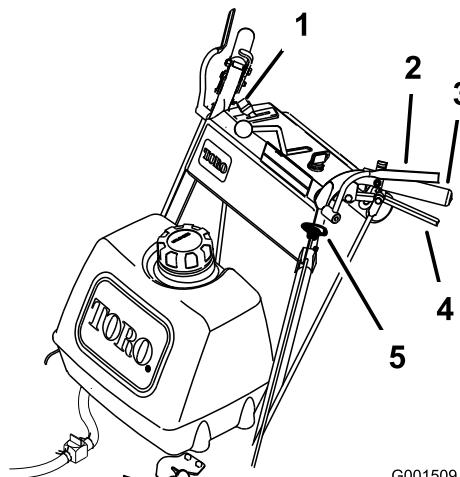

Figure 12
1. Pour engager les lames, serrez les leviers de contrôle de présence de l'utilisateur (OPC) contre les poignées (Figure 12).
1. Abaissez la commande des lames (PDF) jusqu'à la position arrêt (Figure 12).
2. Le moteur sera coupé et les lames s'arrêteront si vous relâchez les leviers de contrôle de présence de l'utilisateur (OPC) (Figure 12) quand le levier de commande des lames est engagé.